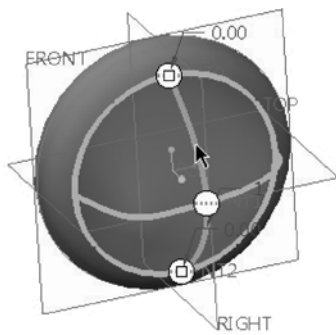

图 13-119 选择第二方向链曲线
③ 在“边界混合”选项卡中单击“第二方向链”收集器的框，将其激活，接着选择如图 13-119 所示的一条草绘基准曲线作为该方向链曲线。